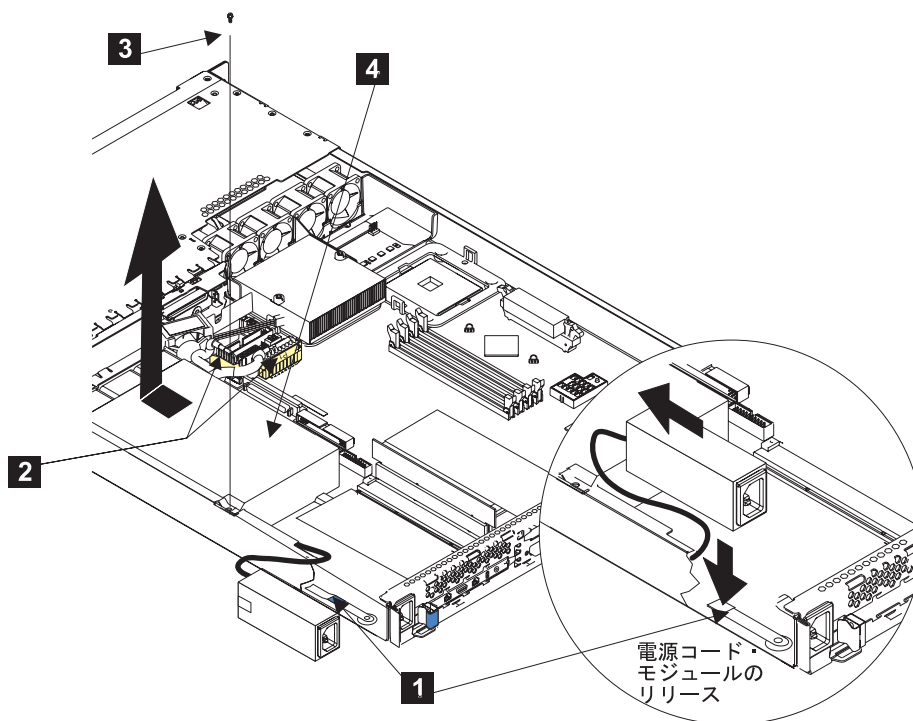

図 134. SAN ボリューム・コントローラー 2145-4F2 電源装置の交換
1. 電源装置 **4** を SAN ボリューム・コントローラー 2145-4F2 内にスライドします。図 134 を参照してください。